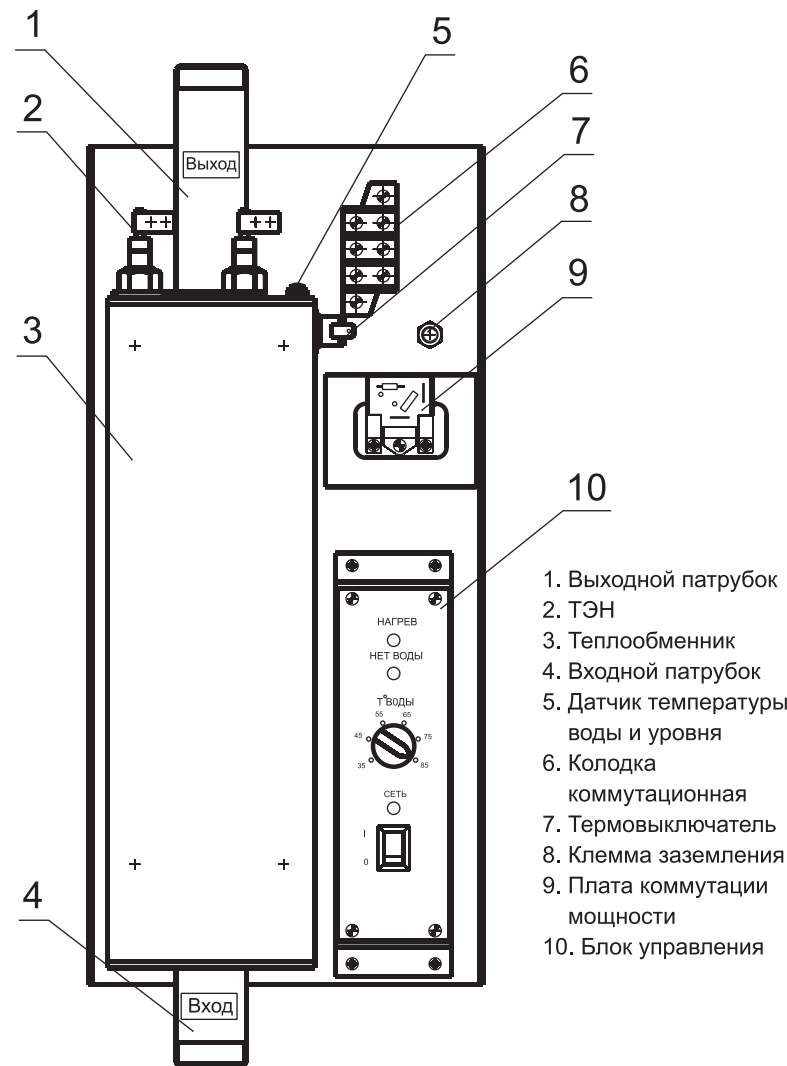

Рис.1. РусНИТ-203, 204.
5.1. Отопитель состоит из следующих основных частей: теплообменника (бака), элементов коммутации и блока управления (рис.1).
Блок управления служит для анализа и обработки данных с датчиков отопителя и управления процессом нагрева теплоносителя при различных режимах работы электродкотла. На лицевой панели блока управления (рис. 1.) расположены следующие органы управления и индикации: